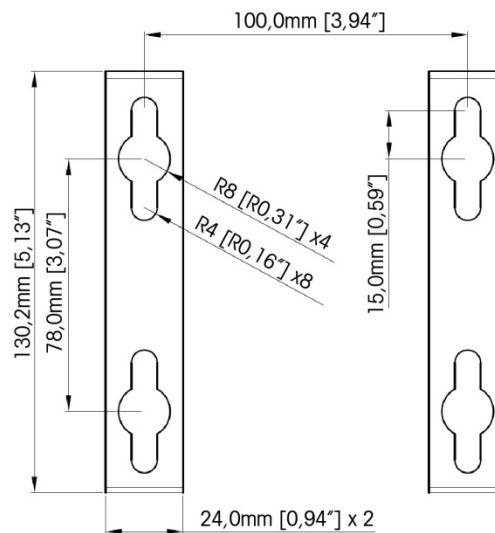
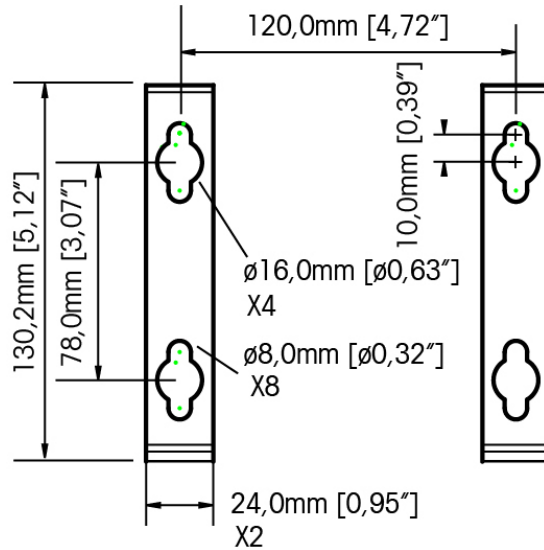

Figura 2-18: Patrón de orificios para montaje del soporte en la pared (VESA 100 x 100mm) (En terminales IND570 fabricados hasta abril de 2016)
Figura 2-19: Patrón original de orificios para montaje del soporte en la pared (En terminales IND570 fabricados después abril de 2016)
- H. . Apriete las tuercas. La Figura 2-18 muestra las correas reconectadas.
4. Marque la posición de los orificios de montaje en la superficie vertical según las dimensiones mostradas en la Figura 2-18 y la Figura 2-19 o sosteniendo el terminal sobre la superficie y marcando a través de los orificios del soporte.